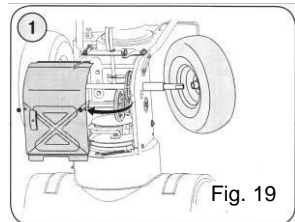

Fig. 19
- b. Îndepărtați roata dreaptă deșurubând șurubul și șaiba de protecție care o fixează pe arbore. Vezi Fig. 19.